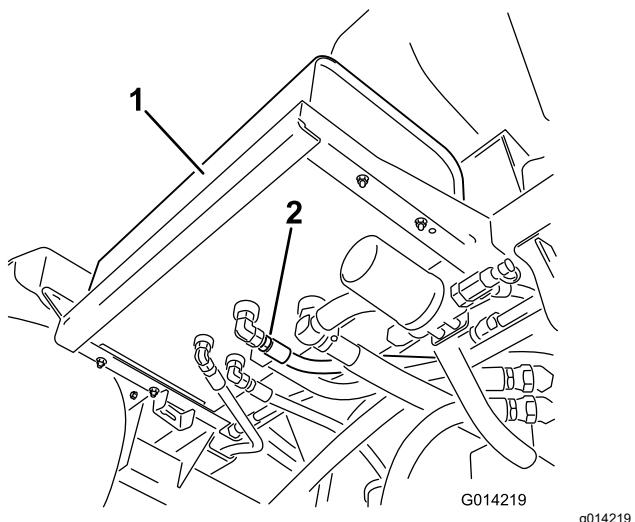

图 111
图 111。
4. 从油箱上拆下软管接头将油排放到盘中 图 111。